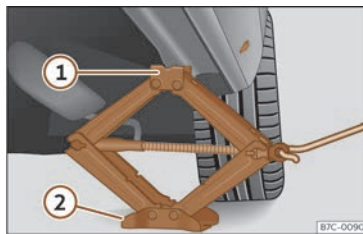

Fig. 235 Bas de caisse : emplacement du cric du véhicule.
- Tournez la manivelle du cric, placé sous le point d'appui du bas de caisse, pour le lever jusqu'à ce que l'ergot ① >>> **fig. 235** se trouve sous le logement prévu à cet effet.
- Alignez le cric de sorte que l'ergot ① « s'encastre » dans le logement prévu à cet effet sur le bas de caisse et que la plaque de base mobile ② repose sur le sol. La plaque de base ② doit se situer à la verticale du point d'appui ①.